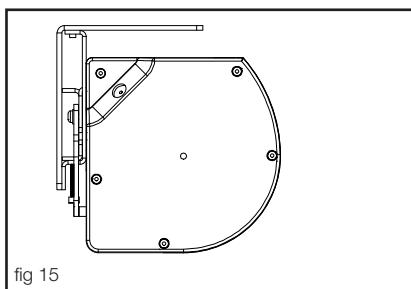

fig 15
Sideways spacing isn't crucial as they can slide sideways but recommended spacing is shown in fig 15. However - the brackets should never be mounted more than 40cm from the ends!
Exakt positionering i sidled är inte nödvändigt då kassetten kan glida på konsolerna. Rekommenderad positionering visas i fig 15. Konsolerna får dock aldrig monteras längre in än 40cm från kanterna!
- b) Hang the case on the hooks in the bracket (fig 15)
- b) Häng kassetten i konsolens krokar (fig 15)